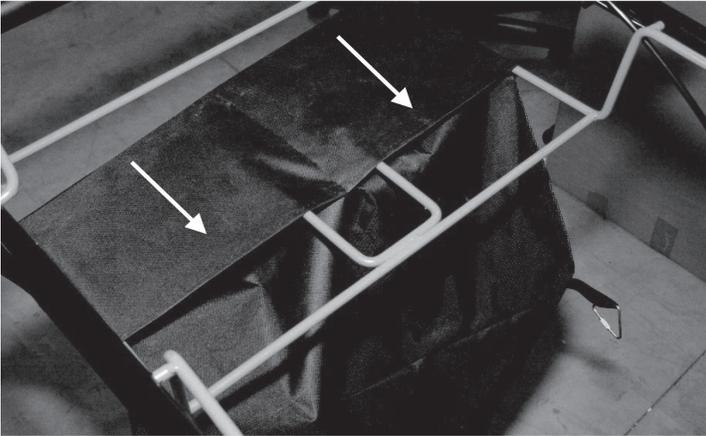

Рис. 14
- Наденьте мешок для сбора мусора на кронштейн, как показано на рис. 14.